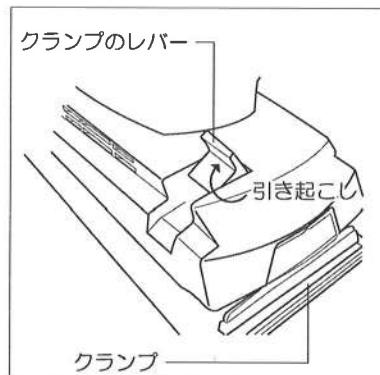

図2
①クランプレバー片方を完全に引き起こしてください。(図2参照)